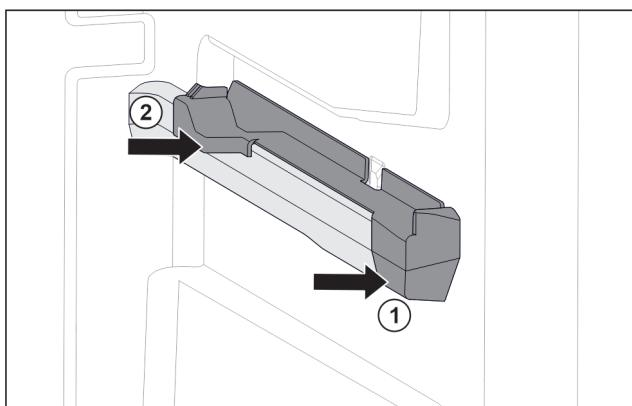

Fig. 115 Наставка върху дясното ребро на съда
- Поставете наставката отпред към реброто на съда. Fig. 115 (1)
- Притиснете наставката отзад. Fig. 115 (2)